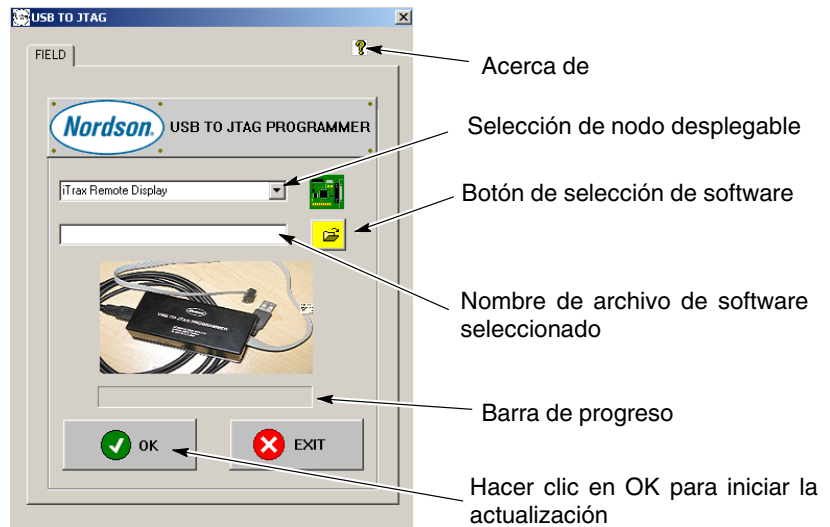

Figura 8 USB para -Caja de control JTAG
3. Para hacer funcionar el USB en la aplicación JTAG, hacer doble -clic en el icono de aplicación del ordenador en el archivo denominado USB-Jtag.exe. Ver la figura 8.